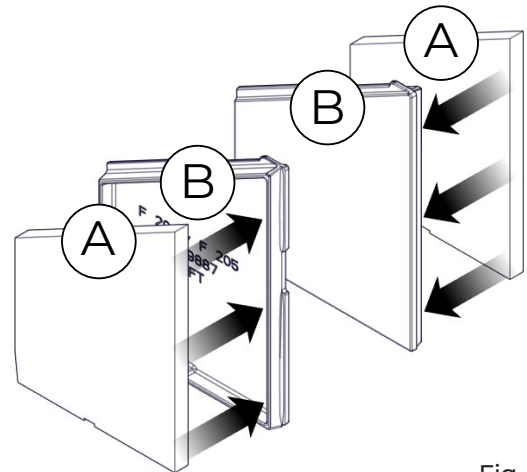

Fig. 7.9
4	Insérer les panneaux isolants (A) sur les nouvelles plaques latérales (B) (Fig 7.9)